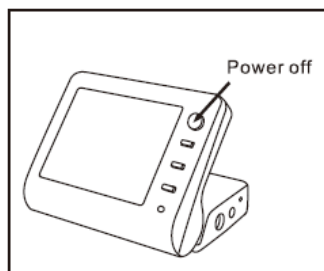

図28
- 本機の電源を切り、テストワイヤを本体に接続してください（図28）。